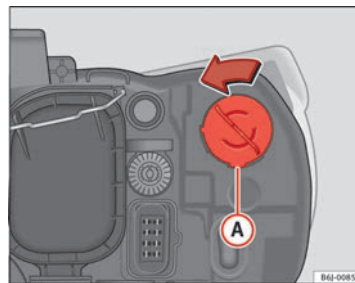

Fig. 154 Feu clignotant
- Tournez la douille d'ampoule ⇒ fig. 154 **A** vers la gauche puis tirez.